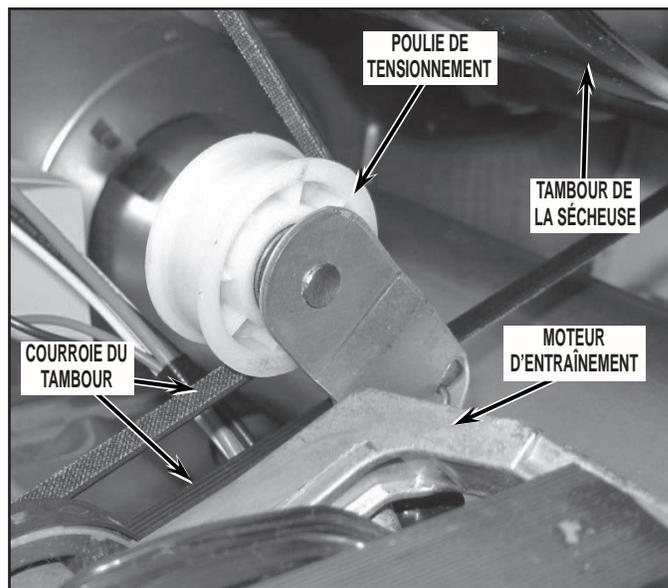

FIGURE 17
20. Extraire le tambour de la sécheuse : introduire un bras dans la sécheuse juste au-dessous du tambour, jusqu'à la face arrière du moteur d'entraînement; saisir la poulie de tensionnement et soulever la poulie pour supprimer la tension exercée sur la courroie; on peut alors séparer la courroie de la poulie du moteur et de la poulie de tensionnement. Au sujet de la dépose et de la réinstallation de la courroie, voir *Figure 17*.